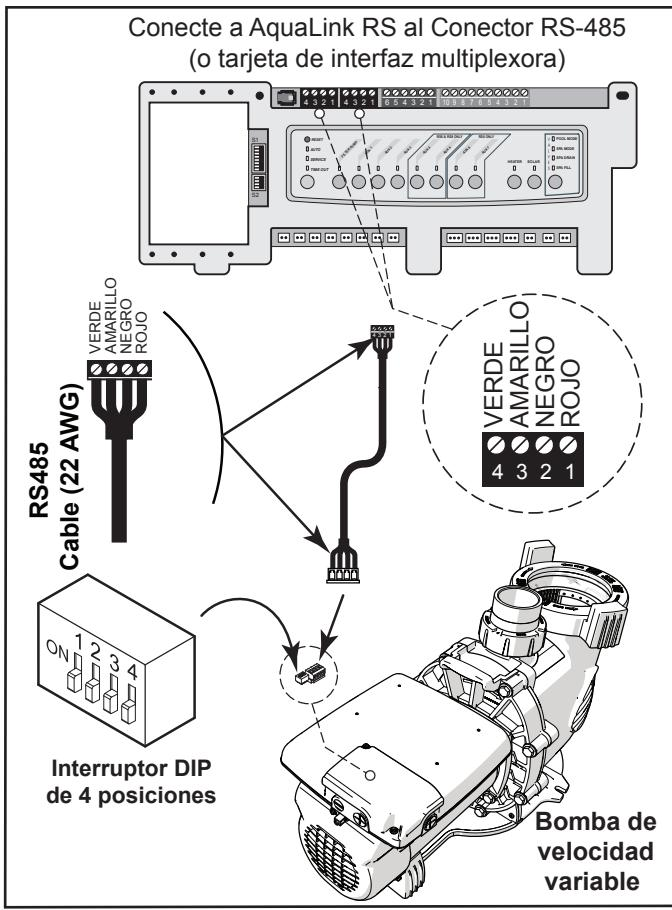

Figura 5. Cableado AquaLink RS, PDA or Z4
2. los interruptores 1 y 2 necesita estar en la posición “OFF” (apagado)Véase Figura “Figura 5. Cableado AquaLink RS, PDA or Z4”.
5. Conecte el cable nuevo RS-485 del AquaLink a través del aditamento de compresión disponible y pase el cable conductor tetrafilar a través del puerto roscado de la unidad del motor que esté más cerca al conector. Véase “Figura 5. Cableado AquaLink RS, PDA or Z4”.
6. Conecte el otro extremo del cable al conector RS-485 en el AquaLink® RS (o tarjeta de interfaz multiplexora), haciendo coincidir los colores de los alambres con las posiciones conector. Véase “Figura 5. Cableado AquaLink RS, PDA or Z4”.